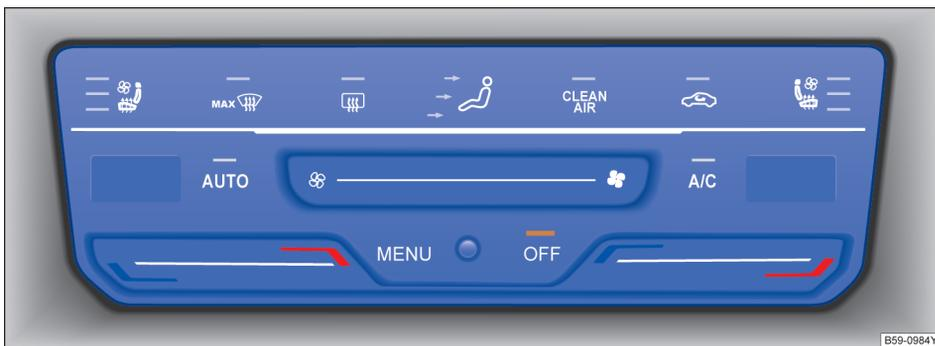

图 102 在中控台上部内：全自动空调的操作元件
- 触摸按钮 **OFF** → 图 102。
触摸按钮  → 图 102 调整气流分配：
触摸按钮  → 图 102 可尽快将前窗玻璃除霜并除去水雾（除霜功能）：
- 按下操作面板中的按钮 → 图 102。